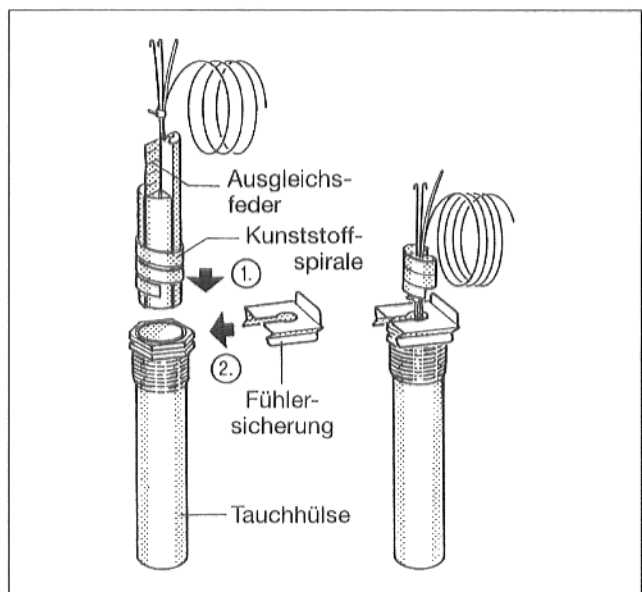

Abb. 18
- Die Kunststoffspirale – zum Zusammenhalten der Fühler – schiebt sich beim Einstecken automatisch zurück (Abb. 18).
- Um den Kontakt zwischen Tauchhülse und Fühlerflächen zu gewährleisten und somit eine sichere Temperaturübertragung herzustellen, muß die Ausgleichsfeder zwischen den Fühlern eingeschoben sein (Abb. 18).
- Fühlersicherung von der Seite oder von oben auf den Tauchhülsenkopf drücken (Abb. 18).